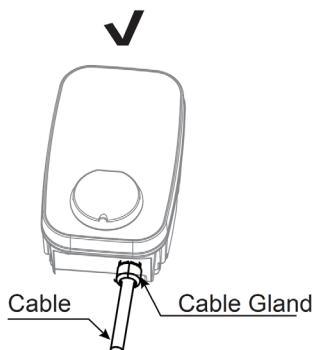

Abb. 6
- Option 1: Untere Einführung (empfohlen): Das Kabel wird von unten eingeführt und mit der Kabelverschraubung abgedichtet. Abb. 6